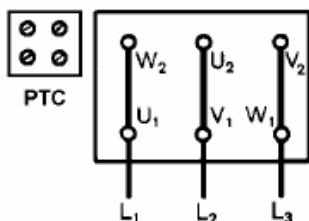

Рис. 7a
- Схема электроподключения находится на крышке клеммной коробки (также смотри рис. 7a, b, c).